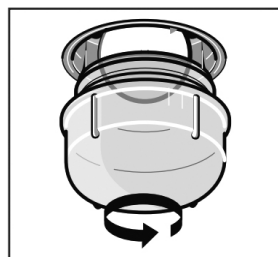

Рисунок 3
2. Поверните стеклянную крышку против часовой стрелки. (Рисунок 3)